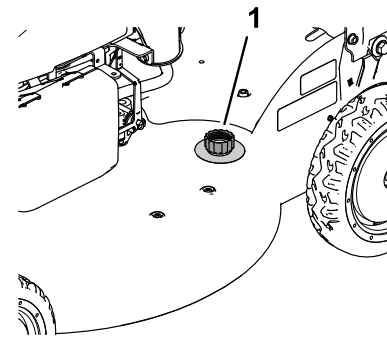

Figura 34
4. Conecte una manguera de jardín que esté conectada a un grifo al orificio de lavado de la máquina (Figura 34).